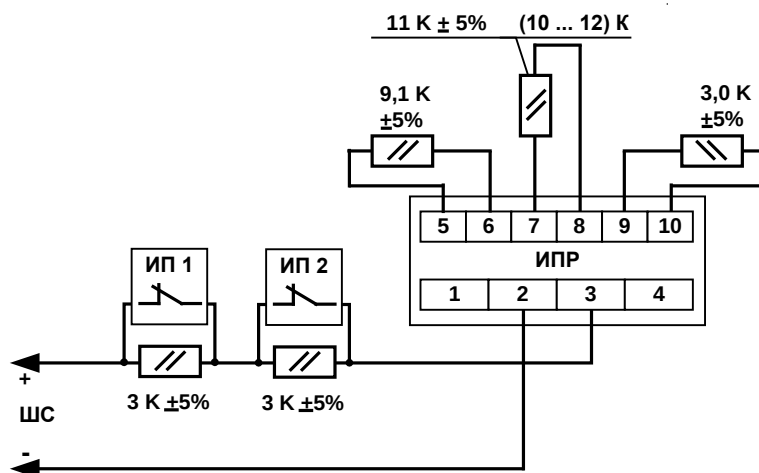

Рис. 11 Пожарный ШС с ИП типа ИПР (при срабатывании ИПР формируется извещение «Пожар» с выдачей обратного сигнала в ИП)
- от ручного пожарного извещателя типа ИПР (в ШС устанавливается только один извещатель данного типа, см. Рис. 11).